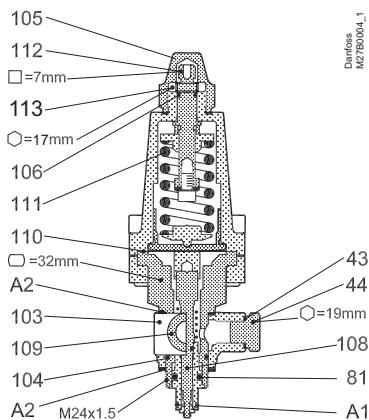

Fig. 1. CVC
Se fig. 1, 2 og 3.
CVC monteres i ICS hovedventilens topdæksel; se fig. 5 og 7. Kontrollér, at pakningerne (A2) og O-ringene (A1 og 104) er på plads og i orden – O-ringene (A1) smøres med fryseolie; se fig. 1. NB! Hvis O-ringene (A1) er utæt eller mangler helt, vil hovedventilen få signal til at åbne. Banjofittingen (103) kan drejes. Tilspændingen bør ske med et moment på 50 Nm (5 kpm). Nøglevidden er 32 mm.
For at sikre indstillingen, især ved lave trykniveauer, kan indstillingsspindlen låses ved hjælp af en kontramøtrik (NV 17) - se fig. 1, pos. 113. Møtrikken spændes med 10 +/- 2 Nm ved fastholdt indstillingsspindel.
See fig. 1, 2 and 3.